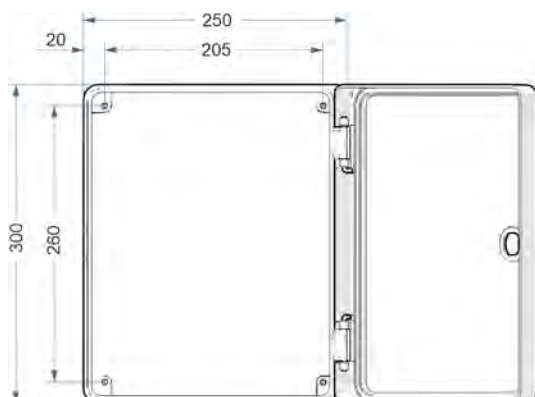

Fig. 6 : Montage mural : DryExx® Small
En cas de montage sur un support de montage, fixer les goujons soudés joints à la livraison sur la surface prévue, conformément aux indications sur la Fig. 6 .
1. Avec l'aide d'un assistant, tenir l'armoire électrique à l'endroit approprié sur le mur et préparer la fixation conformément aux indications sur la Fig. 6 .